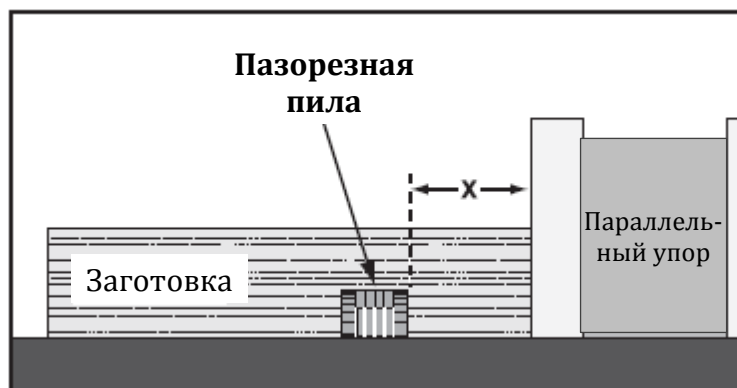

Рис. 46. Пример паза, выполненного пазорезной пилой
2. Отрегулировать расстояние между параллельным упором и внутренней кромкой пилы, как показано на рис. 46, для прорезания паза по длине заготовки.